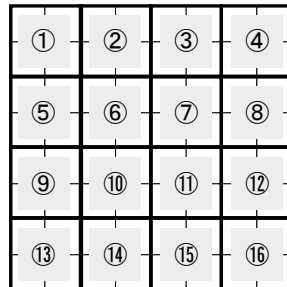

図 1-8 MIDI チャンネル別表示位置割り当て
(3) メロディ表示中(全 MIDI チャンネル同時表示モード)のマトリクス LED 表示
- 受信した MIDI メッセージのうち、NoteOn(打鍵)メッセージに含まれる”音階”・”チャンネル番号”情報をもとにマトリクス LED の該当ブロックを点灯します。”チャンネル番号”にもとづくブロックは図 1-8 のとおりです。